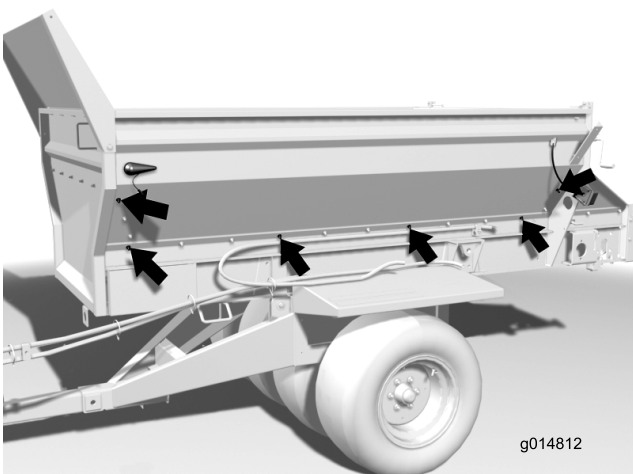

図 6
8. ホッパーの左右それぞれの側から 図 6 のようにナット 6 個を取り外す。